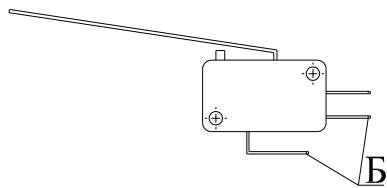

Рис.3
- Протянуть провод питания микровыключателя через паз A (рис.2) в платформе (поз.2) (рис.1) и монтировать наконечники проводов на соответствующие клеммы Б (рис.3).